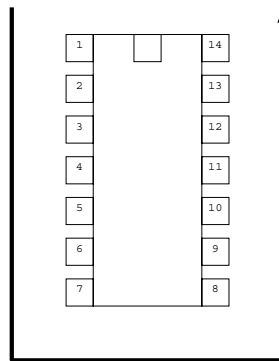

Figura 6.8: Numeración de pines en un chip
1. Se cogerá el circuito integrado³ y se doblarán con cuidado todas sus patillas hacia fuera, en línea con el encapsulado plástico. La numeración de los pines se muestra en la figura 6.8 y es universal: usando la referencia, la numeración se realiza en